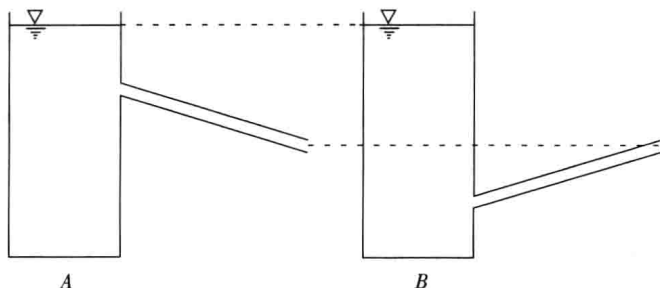

图 10-11
21. 如图 10-11 所示, A、B 两水箱水面相同, 水管出口高度相同, 水管直径、长度、阻力相同, 则两者沿水平方向()。